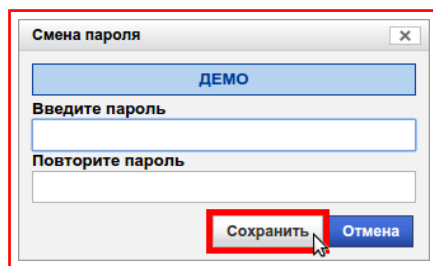

Рисунок 9.82 — Кнопка «Сохранить»
- 4) Нажать на кнопку **«Сохранить»**, рисунок 9.82.